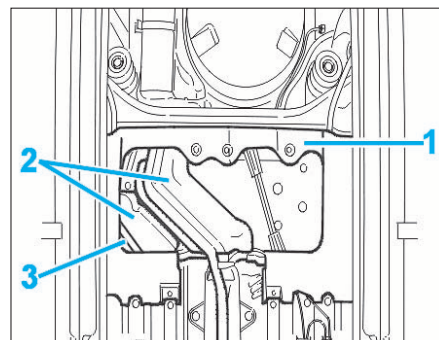

FIG. 57
- Déposer (Fig.57) :
- l'écran (1)
- le support (2)
- l'écran thermique (3).